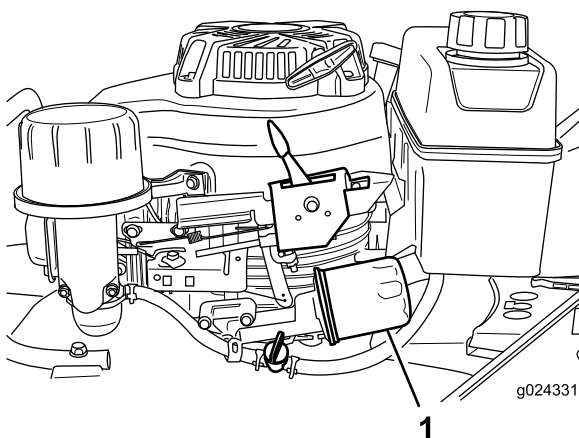

Figure 22
- Placez un chiffon sous le filtre à huile (Figure 22) pour recueillir l'huile qui peut s'écouler lors de la dépose du filtre.